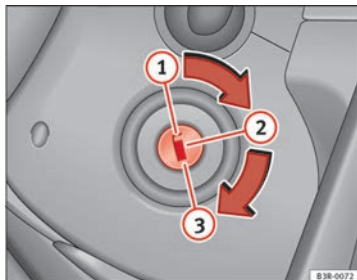

Abb. 136 Stellungen des Zündschlüssels
- Drehen Sie den Zündschlüssel in Position ① ⇒ Abb. 136.